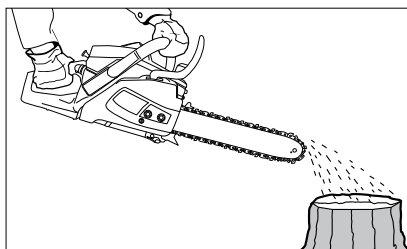

Рис. 13
4. Перед началом работы проверьте подачу масла: включите бензопилу и подержите ее над подходящей подстилкой. При достаточной смазке образуется легкий след от капель сбрасываемого масла (рис. 13).